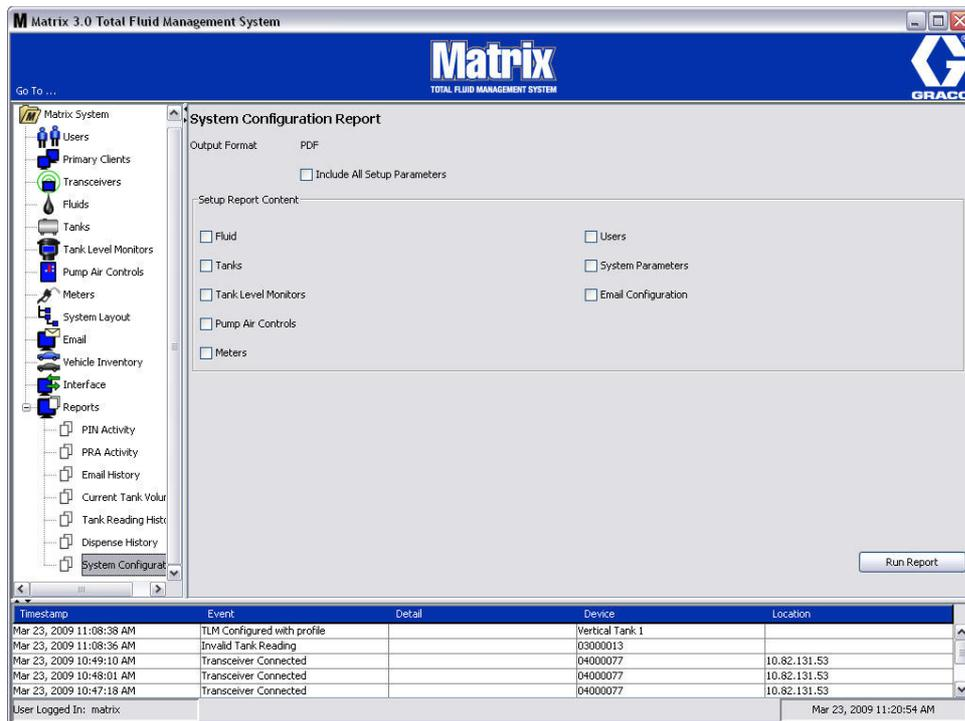

FIG. 179
- **Configurazione del sistema (FIG. 179)**